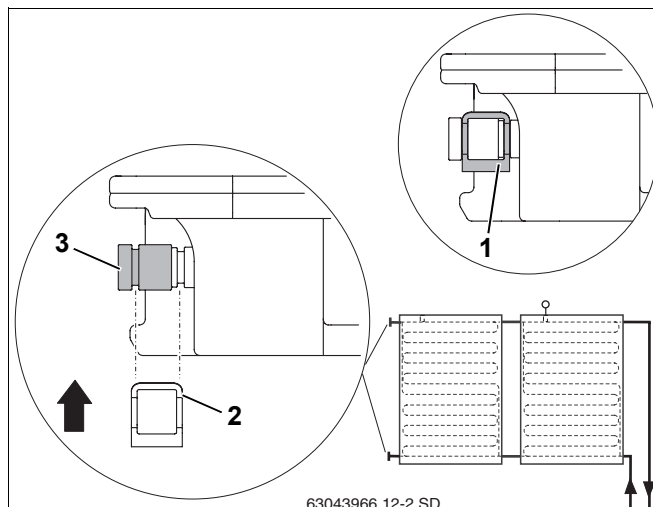

Рис. 42 Фиксация торцевой крышки зажимом
- Надеть торцевую крышку с кольцом (рис. 42, поз. 3) на штуцер коллектора.
- Установить зажим (рис. 42, поз. 2) для фиксации торцевой крышки на штуцере коллектора.
- Каждую торцевую крышку закрепите зажимом (рис. 42, поз. 1).